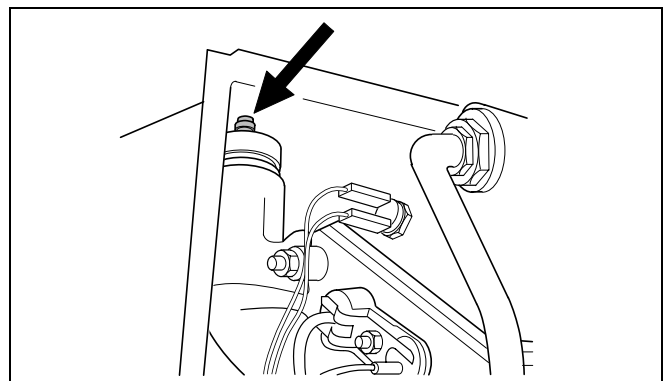

Fig. 17 Aerisitor automat
- Capacul de protecție de la aerisitorul automat se învârte cu o rotație (fig. 17). Dacă prin aerisire presiunea scade sub valoarea minimă, se completează cu apă.